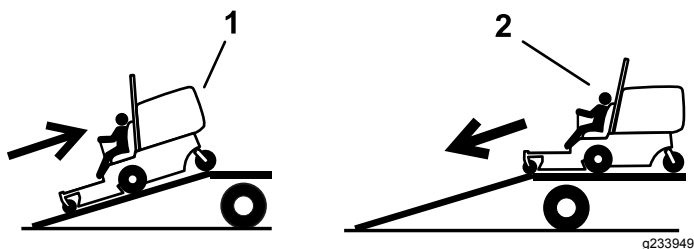

Figura 28
4. Suba a rampa em marcha atrás (Figura 28).
2. Desça a rampa em marcha para a frente (Figura 28).